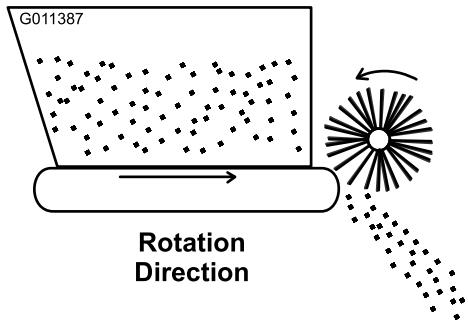

Figura 18
4. Avviate il motore del veicolo e testate la rotazione del trasportatore e della spazzola. Mettete la leva di comando a distanza degli apparati idraulici del veicolo in posizione di FUNZIONAMENTO. La rotazione dovrà corrispondere a quanto mostrato in Figura 18. In caso di rotazione all'indietro, invertite gli accoppiatori rapidi.